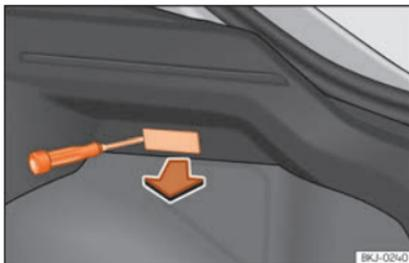

Fig. 62 Luz da bagageira.
- Extraia a tulipa pressionando o rebordo da parte interior da mesma, com a ajuda da parte plana de uma chave de parafusos »» Fig. 62.